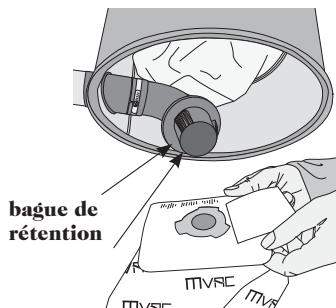

figura 14
3. Instale con cuidado la nueva bolsa alineando las muescas de la bolsa con las puntas del adaptador (**figura 14**).